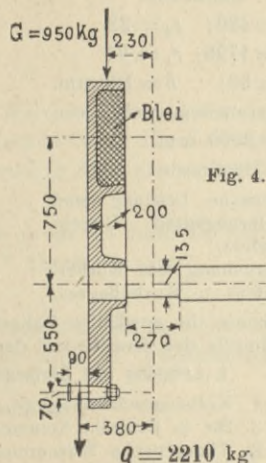

Fig. 4.
Die Kurbel mit Gegengewicht erhält die Ausführung nach Fig. 4.
Für das Hauptlager ergibt sich (vergl. auch Fig. 4):
- Für den Kurbelzapfen finden wir (vergl. auch Fig. 4):
11. Biegebbeanspr. $\sigma_b = 9950 : 34,3 = 290$ kg/qcm 40i (26)